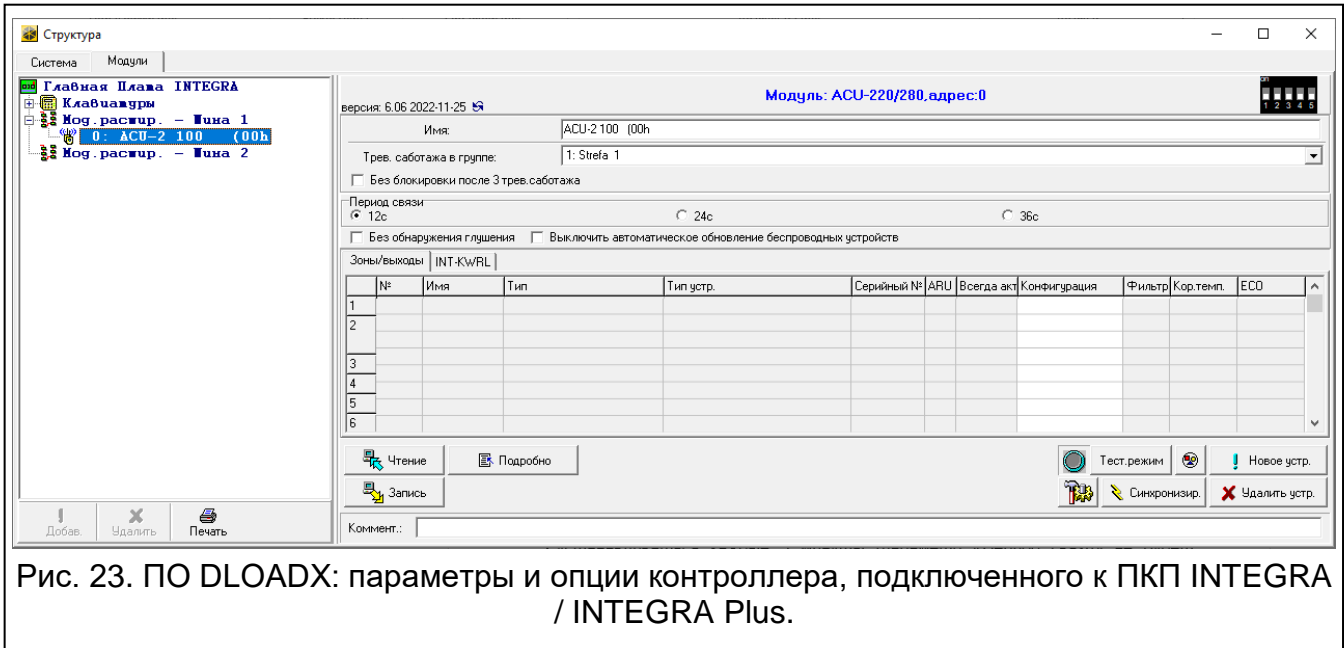

Рис. 23. ПО DLOADX: параметры и опции контроллера, подключенного к ПКП INTEGRA / INTEGRA Plus.
- программа DLOADX: окно «Структура» → закладка «Модули» → ветка «Модули расширения» → [название контроллера] (рис. 23).